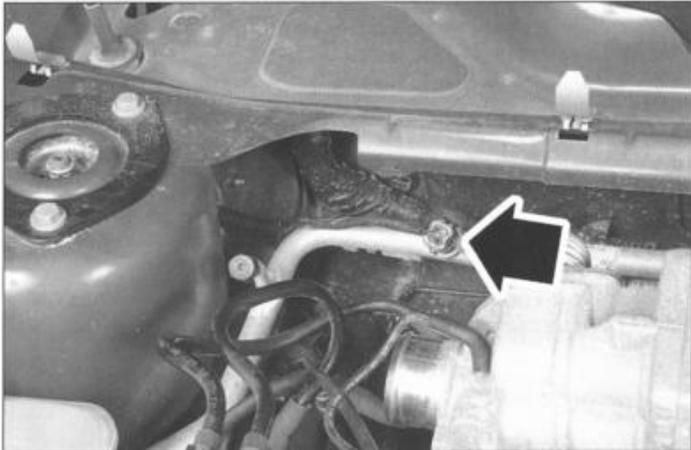

FIG. 3
- Desconectar el captador (fig. 3 o 4).
Presostato doble atornillado en la tubería que va del condensador al evaporador, en la parte delantera derecha en el compartimento motor (fig. 3).